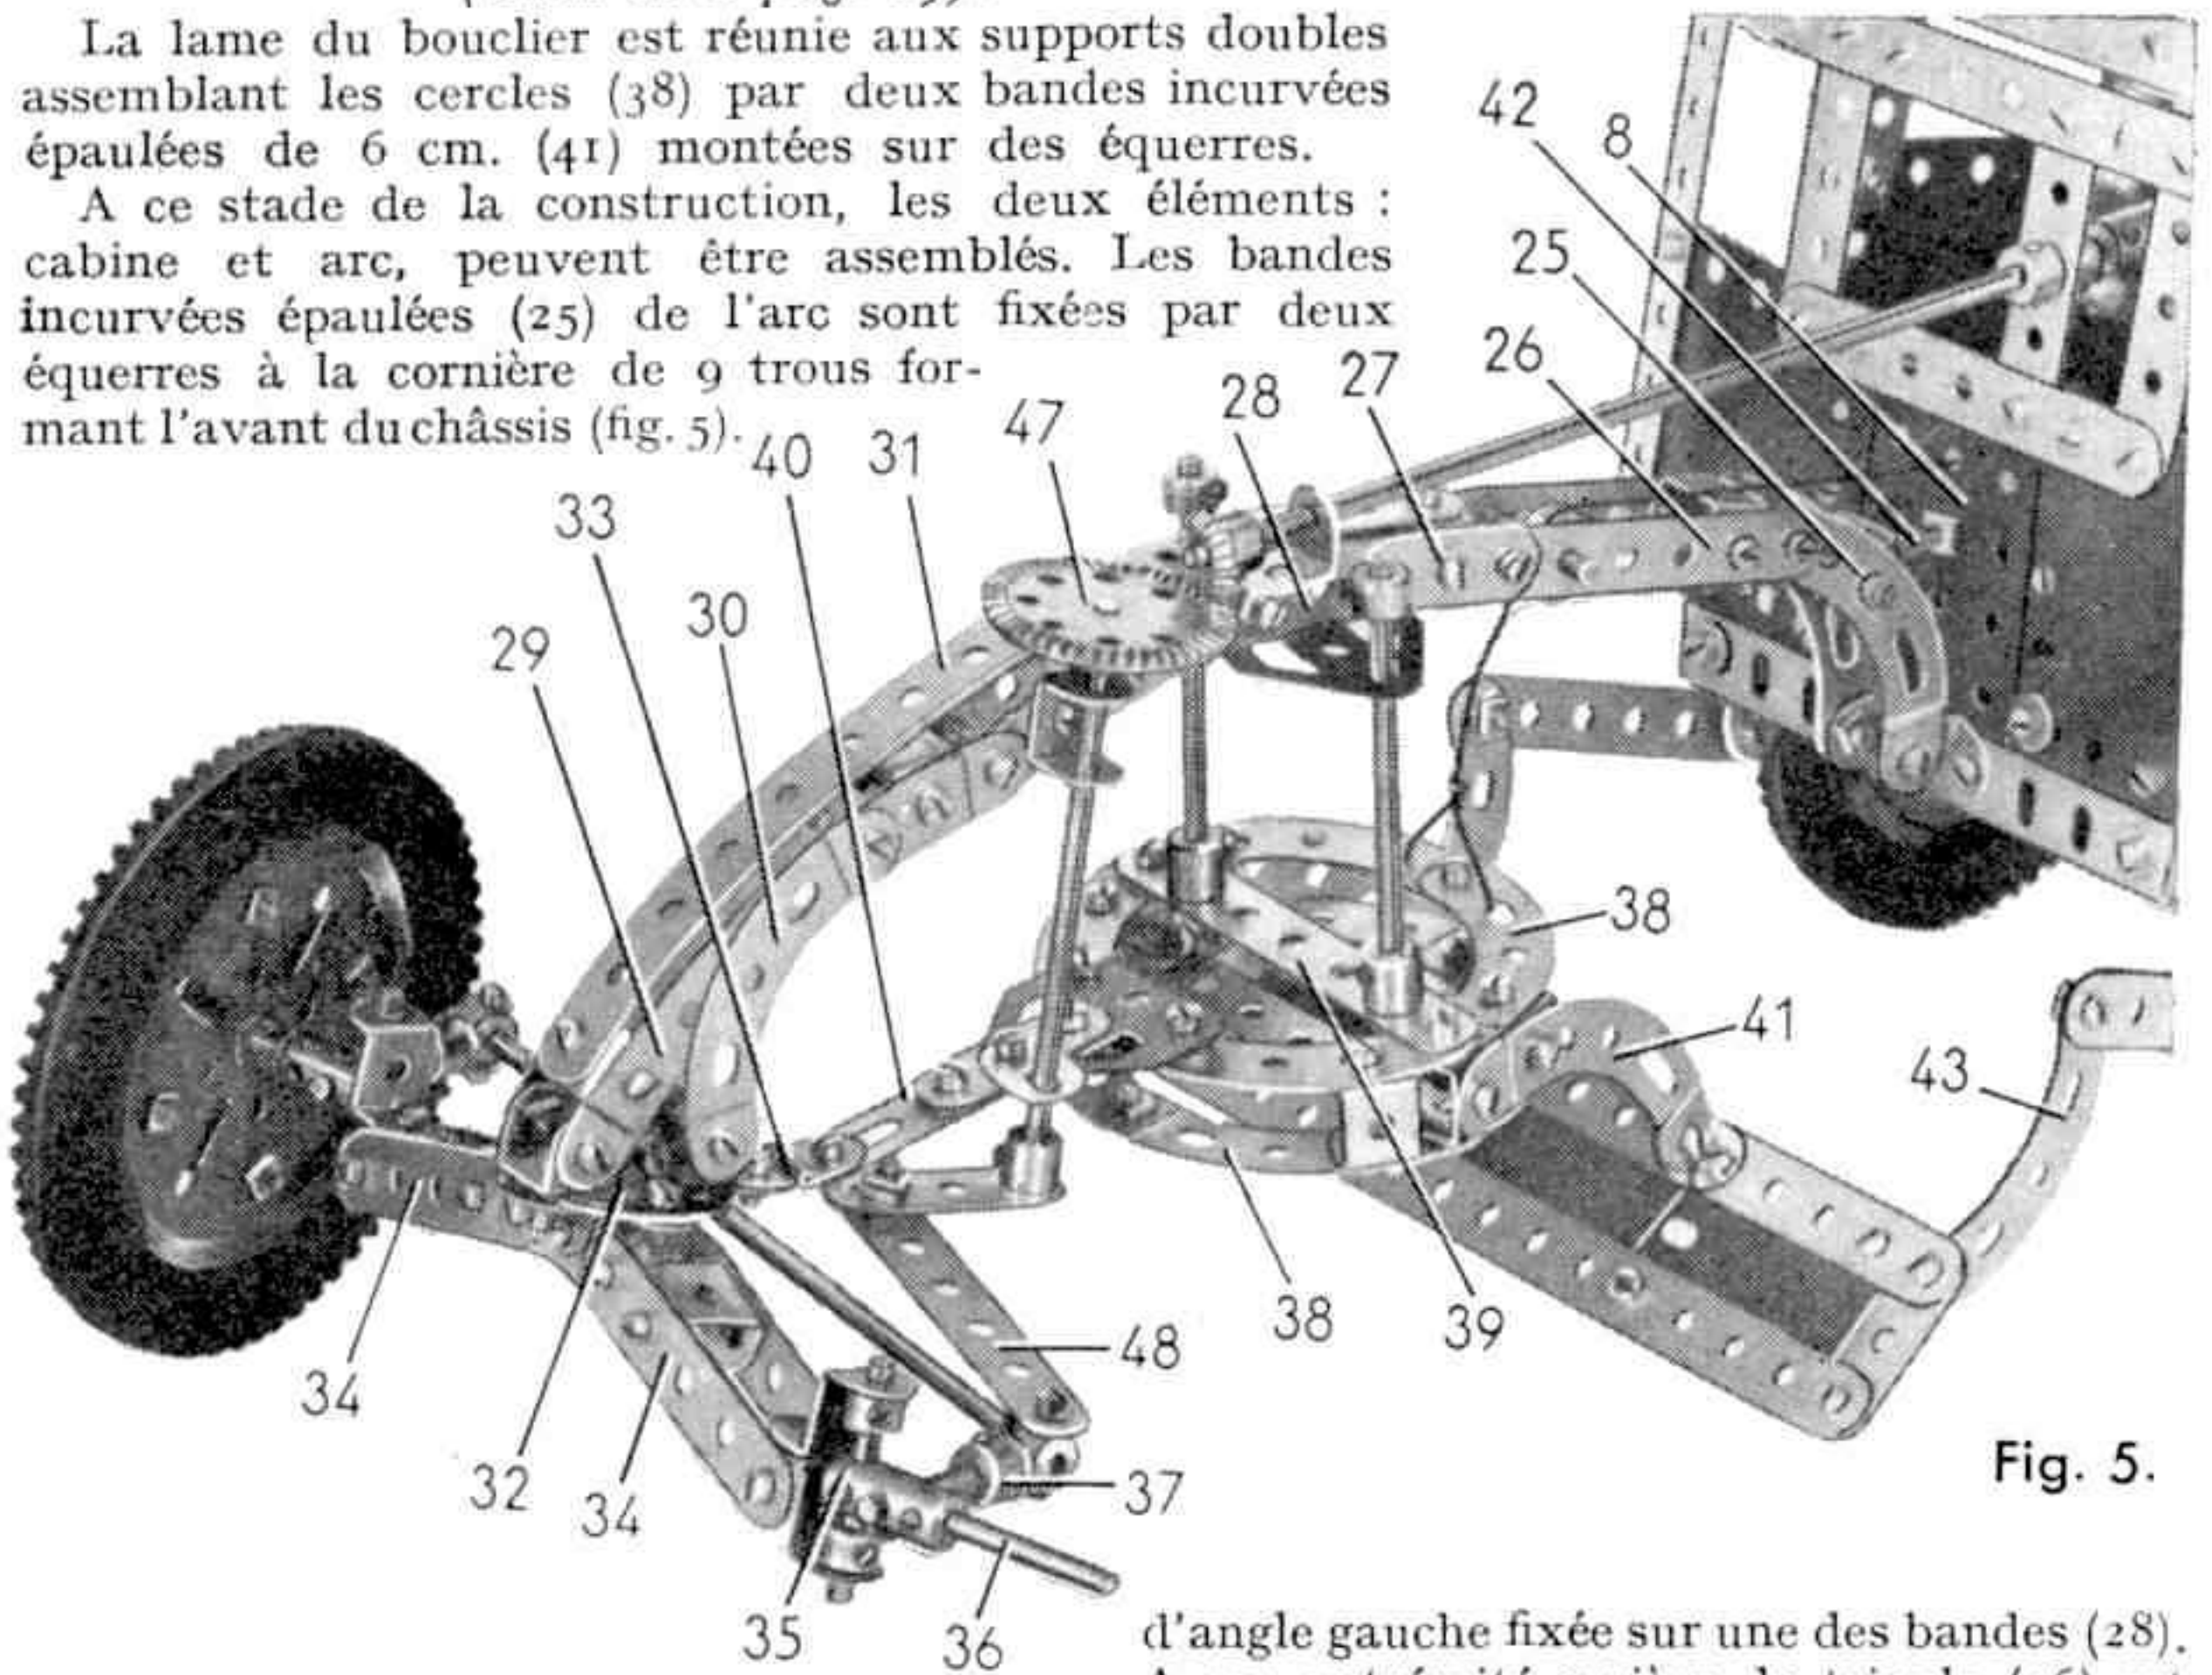

Fig. 5.
A ce stade de la construction, les deux éléments : cabine et arc, peuvent être assemblés. Les bandes incurvées épaulées (25) de l'arc sont fixées par deux équerres à la cornière de 9 trous formant l'avant du châssis (fig. 5).
#### L'arc (fig. 5).